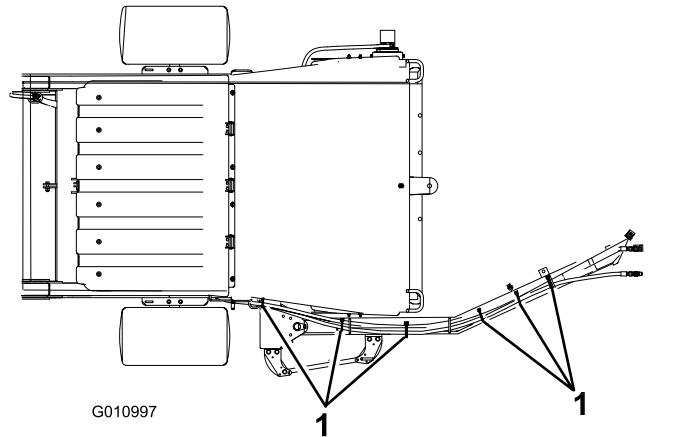
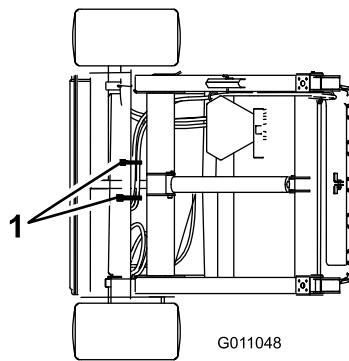

Figura 12
Figura 13
2. Fissate i flessibili idraulici e il cablaggio preassemblato come illustrato in Figura 12 e in Figura 13.